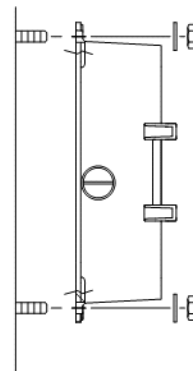

Рисунок 53.
- б-3 Закрепите анкерные болты помощью гаек (Рисунок 53).